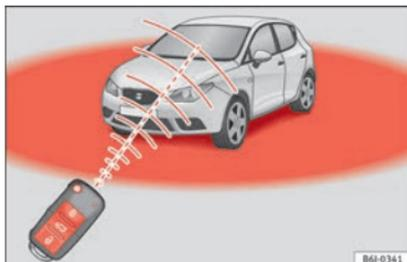

Fig. 85 Radio de acción del mando a distancia por radiofrecuencia.
- El mando a distancia por radiofrecuencia funciona únicamente dentro de su radio de acción » fig. 85.